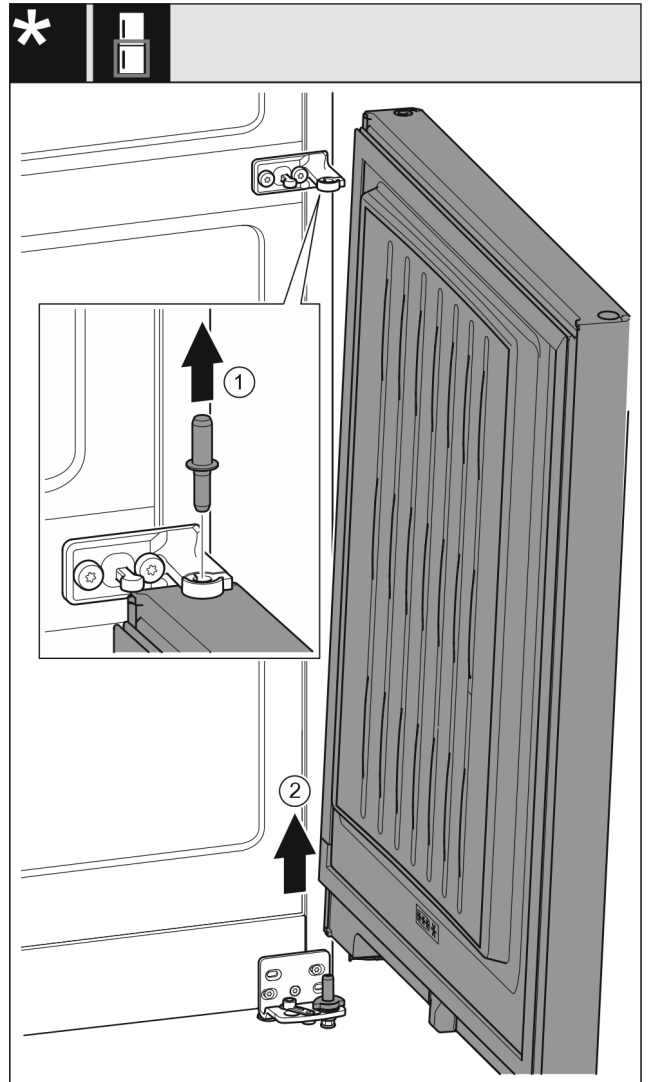

Fig. 8
- ▶ Extraer el perno hacia arriba. *Fig. 8 (1)*
- ▶ Girar la puerta hacia fuera, tirar de ella hacia arriba y colocarla a un lado. *Fig. 8 (2)*